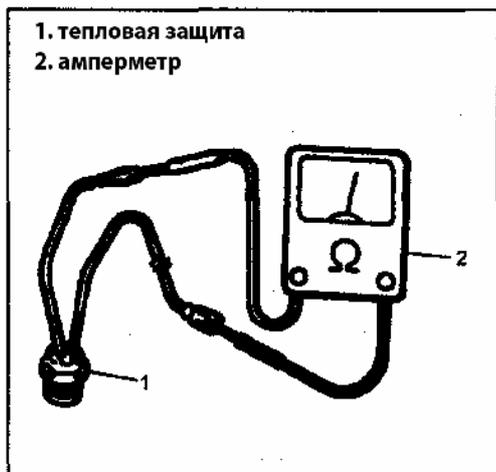

Рис. 777
- При помощи амперметра проверьте цепь контактов (Рис. 777). Если цепь оборвана, замените контакты. Заправьте компрессорное масло. При замене деталей новыми, при необходимости добавьте масло в объеме, которое, возможно, остается в старых деталях.